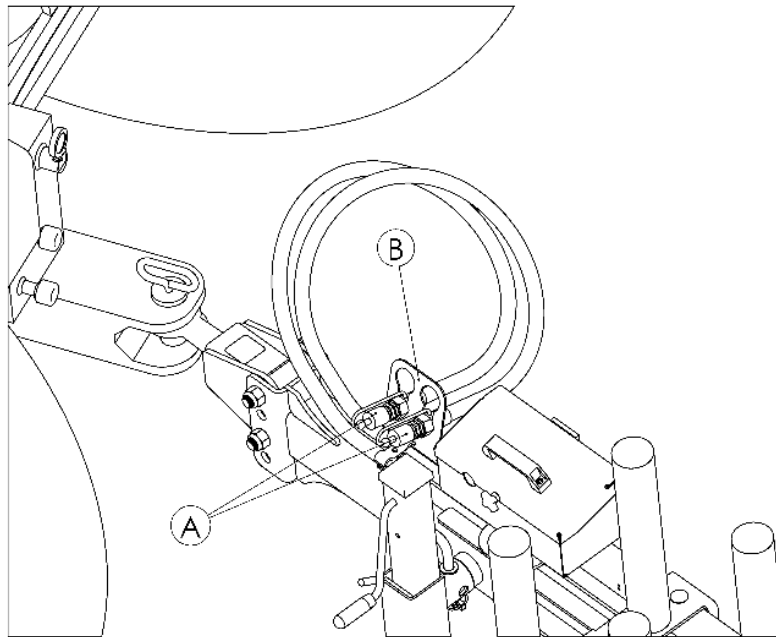

Abbildung 8. Haltearm für Hydraulikleitungen
- Trennen Sie die Krafthydraulikanlage ab und sichern Sie die Hydraulikleitungen in ihren Halterungen an der Deichsel des Ballenwicklers (Abb. 8 - B).
Die Hydraulikanschlüsse müssen immer sauber gehalten werden. Immer nach dem Gebrauch die mit der Maschine gelieferte Kunststoffkappe aufsetzen (Abb. 8 – A).